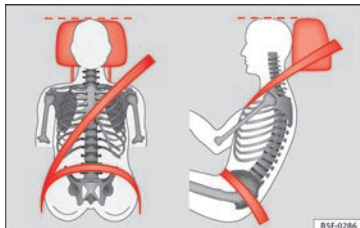

Fig. 85 Appuie-tête correctement réglé, vu de face et latéralement.
- Réglez l'appuie-tête de telle manière que son bord supérieur soit dans la mesure du possible à la même hauteur que la partie supérieure de votre tête, et au moins à la hauteur des yeux » **fig. 85.**